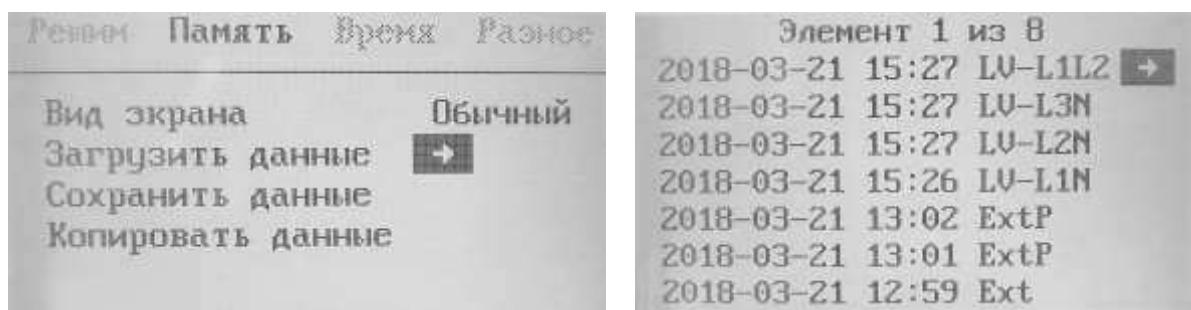

Рис. 24
- при необходимости сравнения текущей рефлекограммы с рефлекограммой из памяти необходимо проводить все те же операции, которые описаны для работы с оперативной памятью (раздел 6.4.2). Отличие состоит в том, что для загрузки данных из флеш памяти надо активизировать строку «Загрузка данных» (рис. 24), нажать кнопку «►» и выбрать рефлекограмму из флеш памяти по времени, дате и режиму работы прибора (рис. 24).